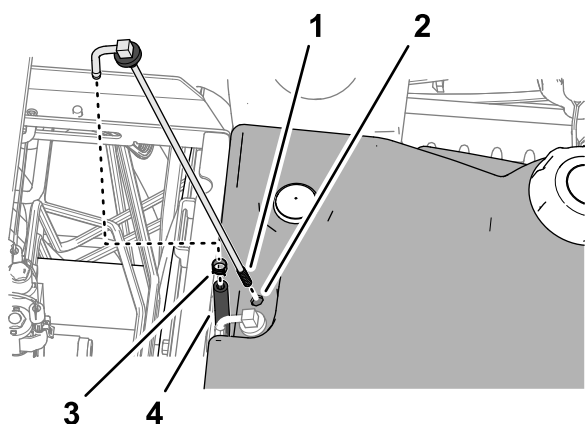

Рисунок 83
3. Снимите хомут, крепящий шланг к топливозаборной трубке (Рисунок 83).
5. Очистите сетчатый фильтр на конце топливозаборной трубки (Рисунок 83).